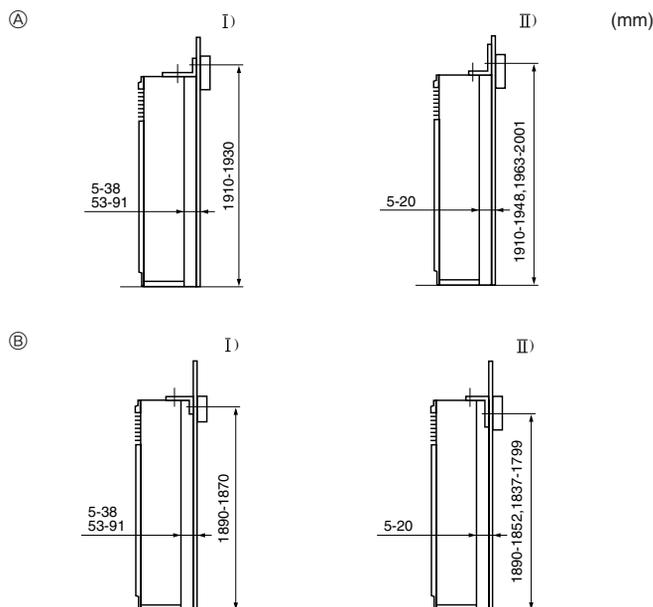

Fig. 3-3
- ① Vältskyddsfäste
Vältskyddsfästet ① sitter i ytan på enhetens överdel. Tag ur de självborende skruvarna ② och sätt sedan tillbaka fästet som illustration visar. För rätt installationsavstånd, se Fig. 3-3.
3.3. Montering av vältskyddsfäste (Fig. 3-3)